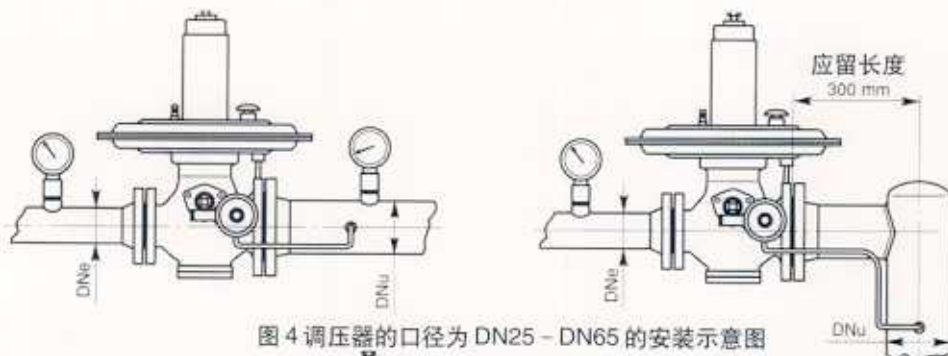

图 4 调压器的口径为 DN25 - DN65 的安装示意图
- 对于内置切断阀的调压器，指挥器的感压管必须安装在下游（见图 4、5）